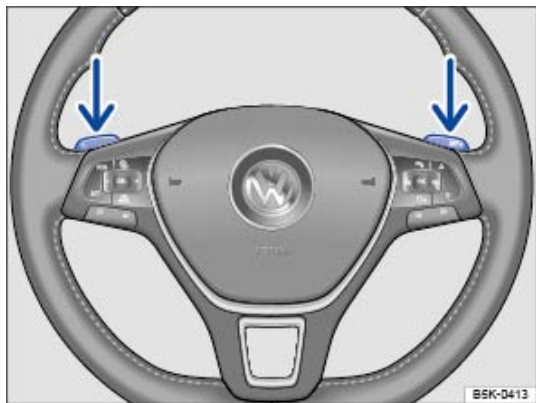

Fig. 140 Volant avec 2 palettes pour passage des rapports avec la commande Tiptronic.
- Dans le programme de conduite D ou S ou dans la voie de passage Tiptronic, actionnez les palettes au volant → Fig. 140 (flèches).